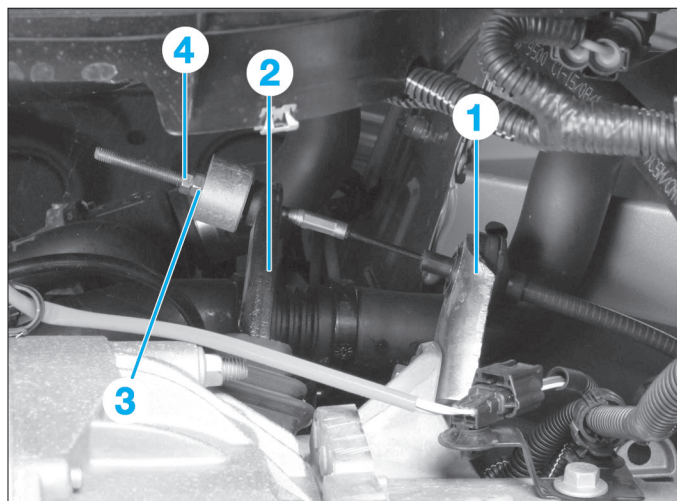

Fig. 7
- le câble de commande d'embrayage de l'arrêt de gaine (1) (Fig.7),
- le câble de commande d'embrayage de la fourchette d'embrayage (2).
- A l'aide d'un pied-à-coulisse mesurer la distance entre l'arrêt de gaine (1) et l'extrémité de la fourchette d'embrayage (2) (Fig.7) :
- Débloquer le contre écrou (4).
- Régler la course de la fourchette (2) avec l'écrou (3) à $27,5 \pm 0,5$ mm.